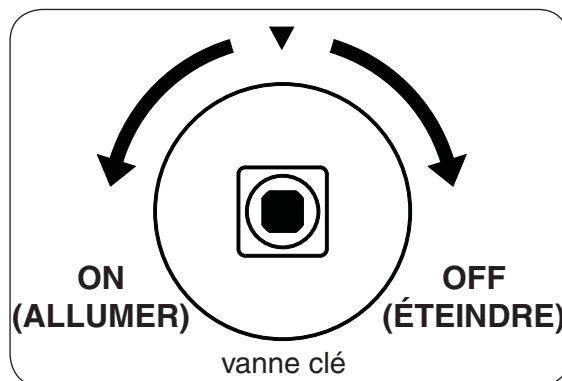

Fig. 28-2
4. **Une fois que le match est en feu et en position**, tourner lentement la vanne clé dans le sens antihoraire vers la position **ON (allumer)** jusqu'à ce qu'il ne tourne plus (voir Fig. 28-2). Votre brûleur devrait s'allumer.
Pour éteindre votre brûleur à gaz, insérez la clé dans la valve touche et tournez la valve dans le sens horaire vers la position d'arrêt jusqu'à ce qu'il ne tourne plus (voir Fig. 28-2). Assurez-vous que le bouton de commande est tourné à fond au large pour éviter toute fuite de gaz.